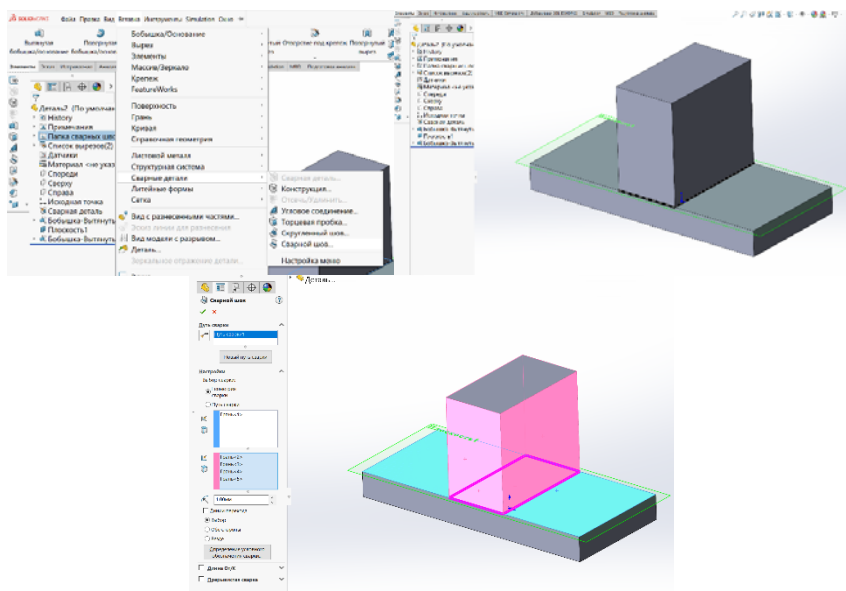

Рис. 2.4. Исходная модель для исследований
1.4. Создать сварной шов (рис. 2.4).